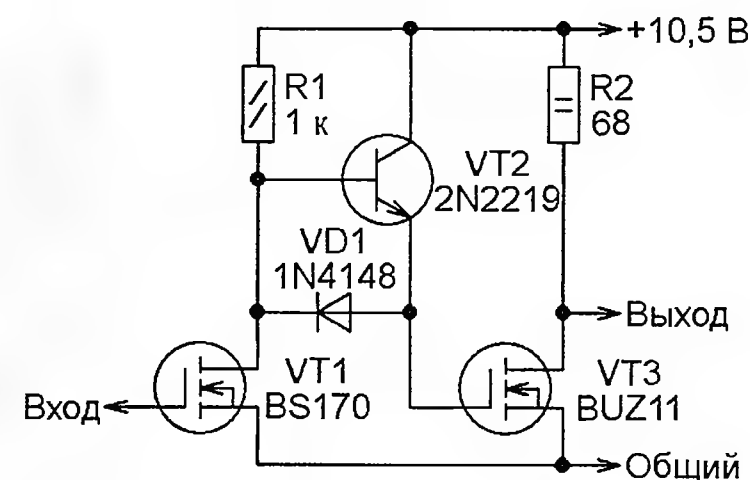

Рис. 5
**Увеличение крутизны перепадов импульсов (рис. 5, <http://prosje.be/Projects/FET-schakelaarII.png>).** При закрытом полевым транзисторе VT1 происходит ускоренная зарядка ёмкости затвор—исток мощного полевого транзистора VT3 током, усиленным эмиттерным повторителем на биполярном транзисторе VT2, что ускоряет открывание транзистора VT3 и крутизну спадающего перепада напряжения на выходе. При открывшемся транзисторе VT1 ёмкость затвора транзистора VT3 быстро разряжается через диод VD1 и открытый транзистор VT1. Это обеспечивает ускоренное закрывание VT3 и крутой нарастающий перепад напряжения на выходе.